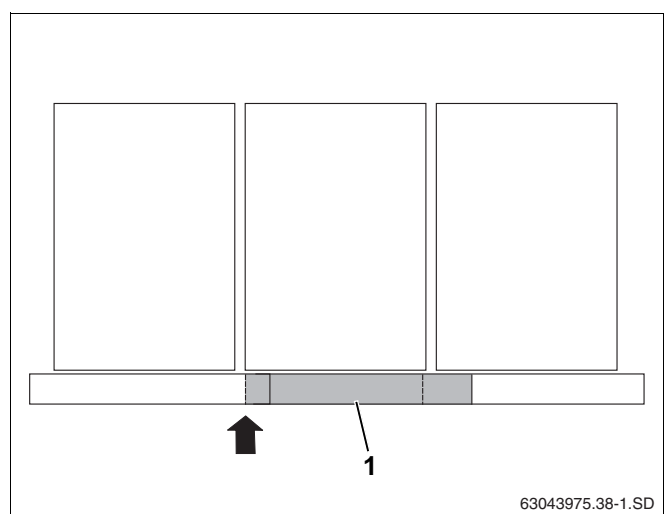

Fig. 44 Placering af de midterste dækplader ved lodrette solfangere
Hvis der er mere end to lodrette solfangere, skal der anvendes dækplader forned i midten (fig. 44, **pos. 1**). De skal monteres, så de er i niveau med solfangeren til venstre (pil).